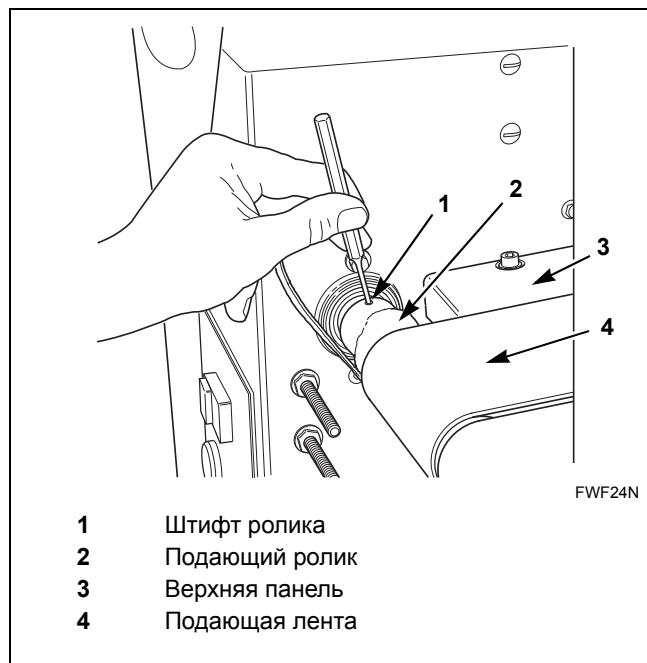

Рис. 25
4. С помощью керна полностью выбейте штифт подающего ролика. См. Рис. 25.